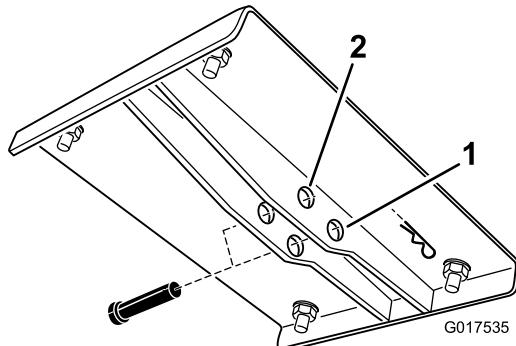

Figura 10
12. Localize os dois conjuntos de furos no suporte de elevação superior (Figura 10). Seleccione o conjunto de furos no suporte de veículos eléctricos.